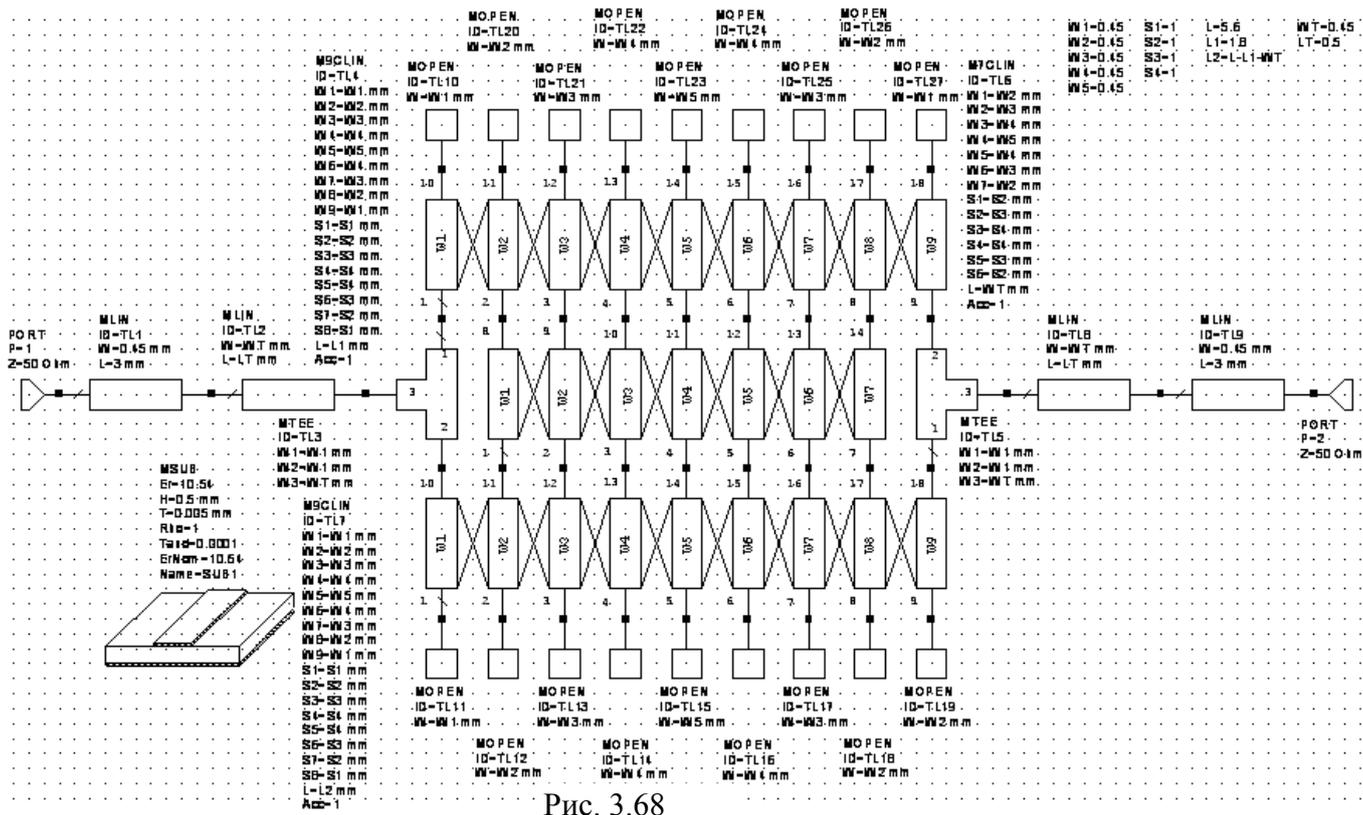

Рис. 3.68
7. Дважды щёлкните по элементу **MSUB** и введите параметры $\epsilon_r=10.54$, $H=0.5$, $T=0.005$, $T_{and}=0.0001$ и $\epsilon_{rNom}=10.54$. Окончательная схема показана на рис. 3.68.